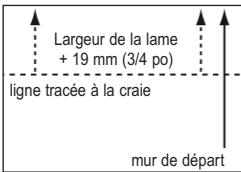

Figure 7
- Au moins en deux endroits, mesurer la distance égale, à partir du mur de départ, jusqu'à 12" à 18" des coins et à 3-1/8" du mur. Marquer ces points et tracer une ligne de craie (figure 7).